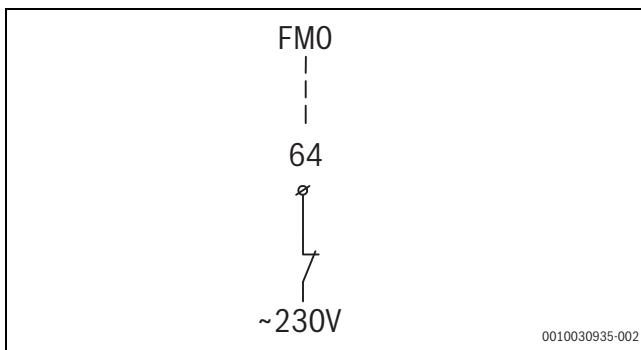

Fig. 33 Collegamento per generatore di calore supplementare esterno con uscita di allarme 230 V
- ▶ Collegare il segnale di allarme 230 V (AC) come indicato in fig. 33 al morsetto per collegamento **FMO** del modulo di installazione (→ capitolo 12.4, pag. 40 [26]).